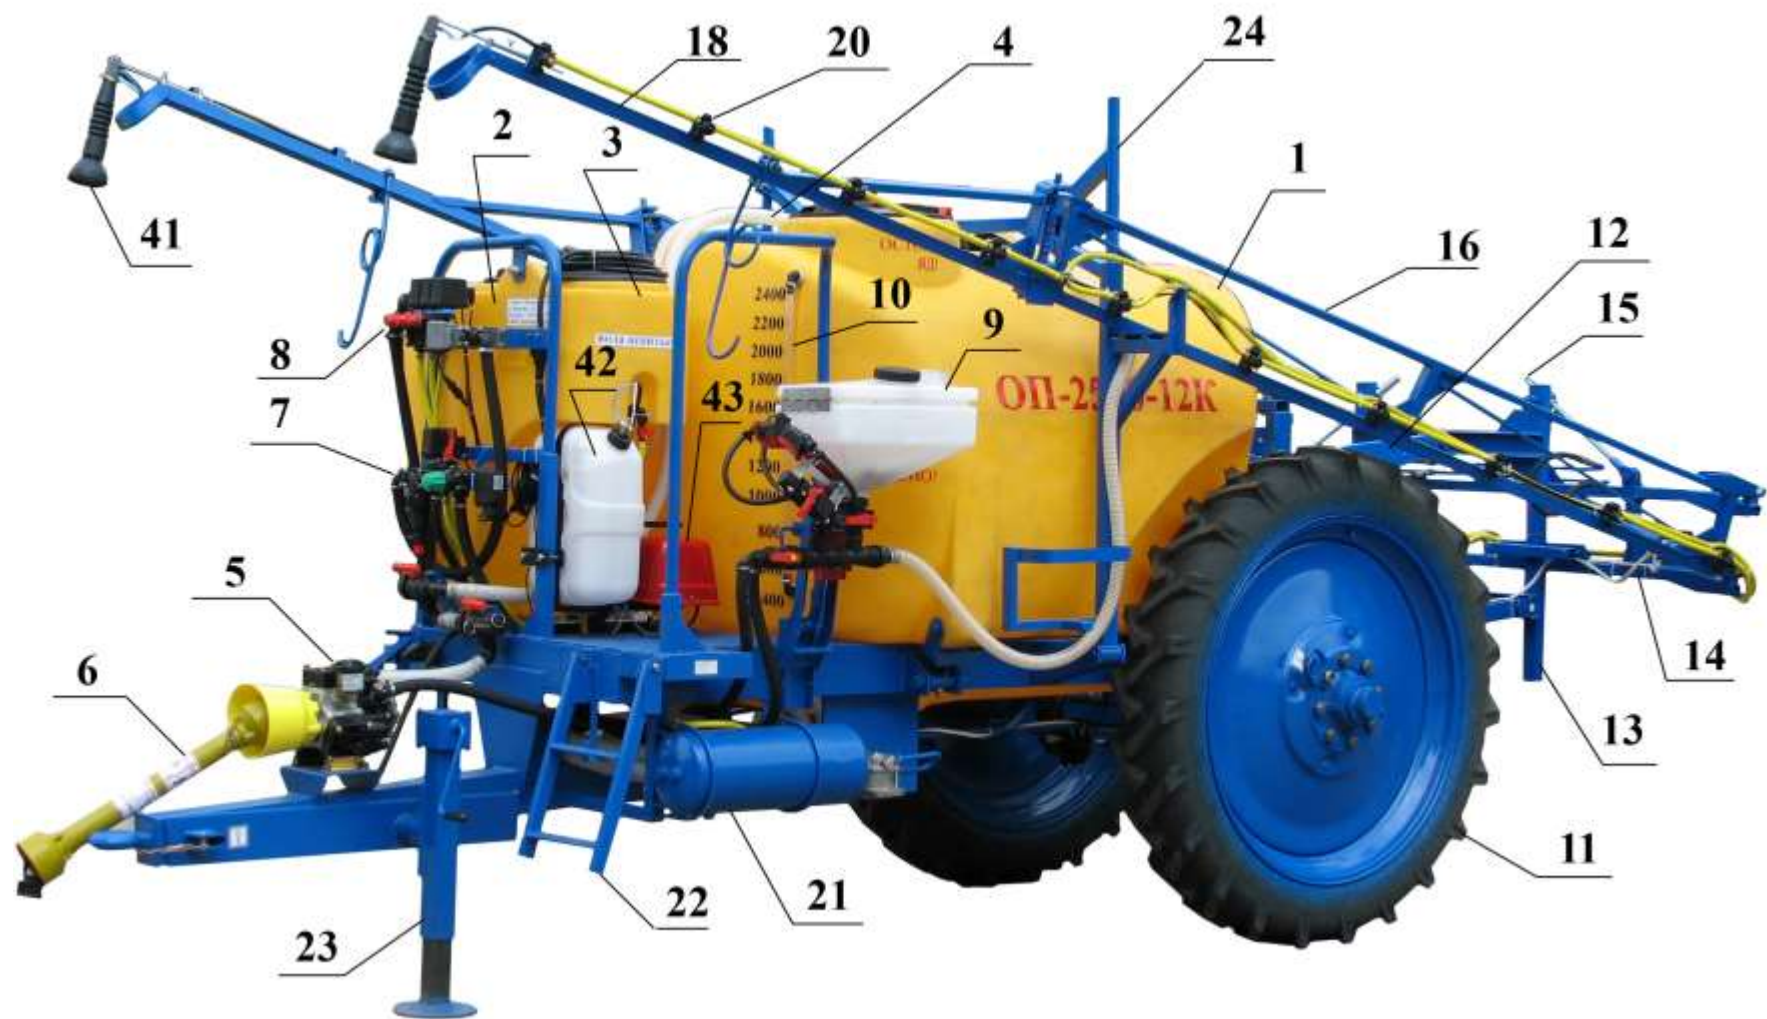
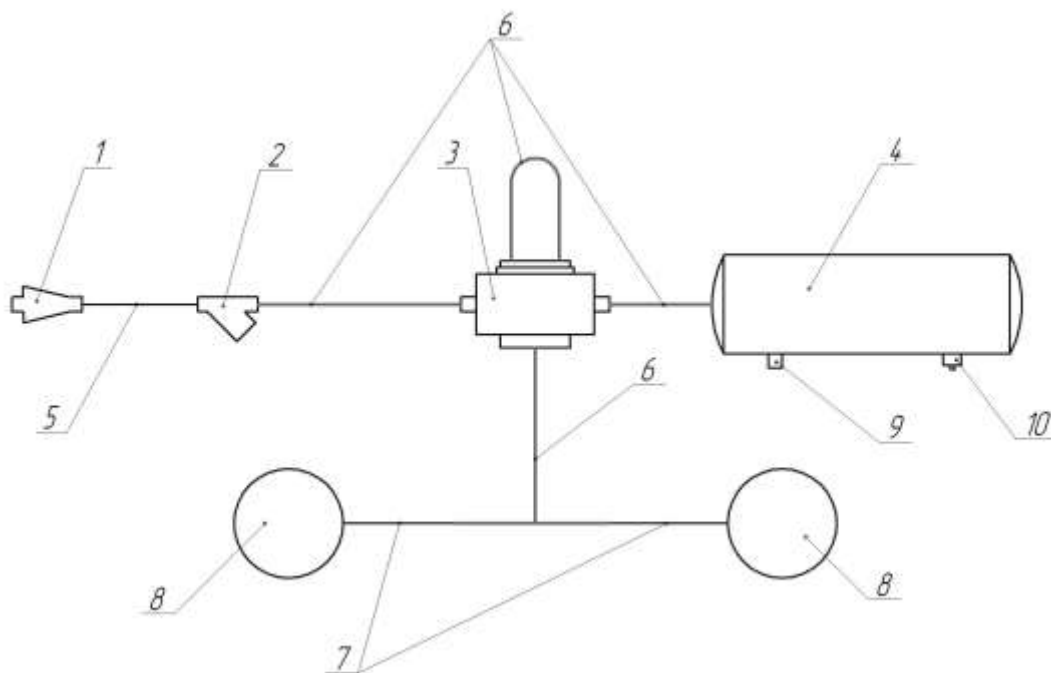

Рис. 1. Опрыскиватель ОП-2500-12(А). Общий вид.
Рис. 7. Рабочая тормозная система.
2.2. Устройство опрыскивателя показано на рис. 1, а основных узлов – на рис. 2-6. Гидравлическая схема приведена на рис. 7.
Опрыскиватель оборудован тормозами барабанного типа. Тормозные механизмы крепятся к фланцам осей. Привод тормозов – пневматический, выполнен по однопроводной схеме. В его состав входят (рис. 7): головка соединительная 1; шланг магистральный 5; фильтр магистральный 2; воздухораспределитель 3; ресивер 4 с клапаном предохранительным 10 и клапаном сброса конденсата 9; трубопроводы 6; шланги тормозные 7; камеры тормозные 8.